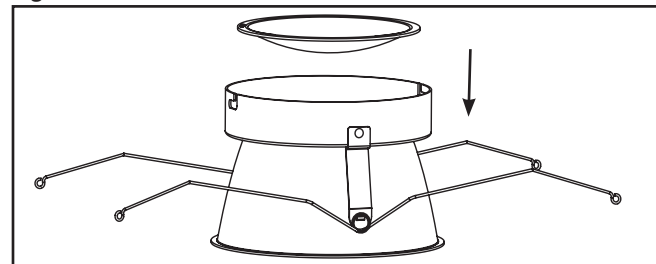

Figura 4.
2. Inserte la lente en la moldura inferior con su parte cóncava mirando hacia abajo (Figura 4.).